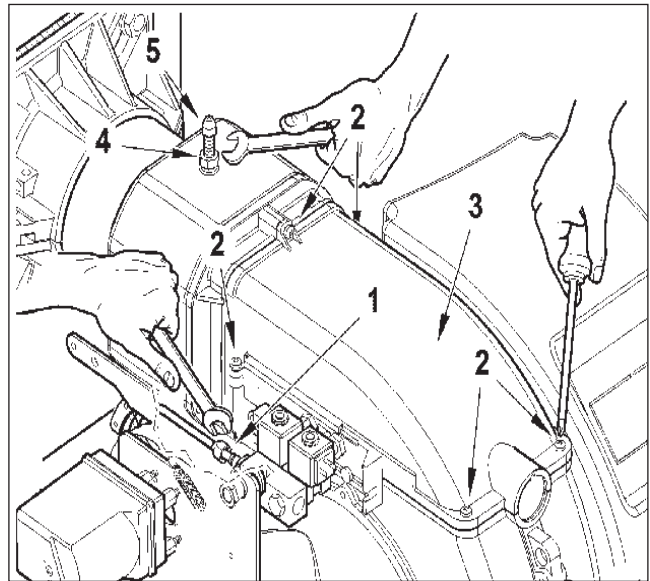

Рисунок 1
- Открутите винты 2 (5 шт.) и снимите крышку 3 (см. рисунок 1).
- После того, как была ослаблена гайка 4, снимите блокирующий винт 5 узла смешивания (рисунок 1).